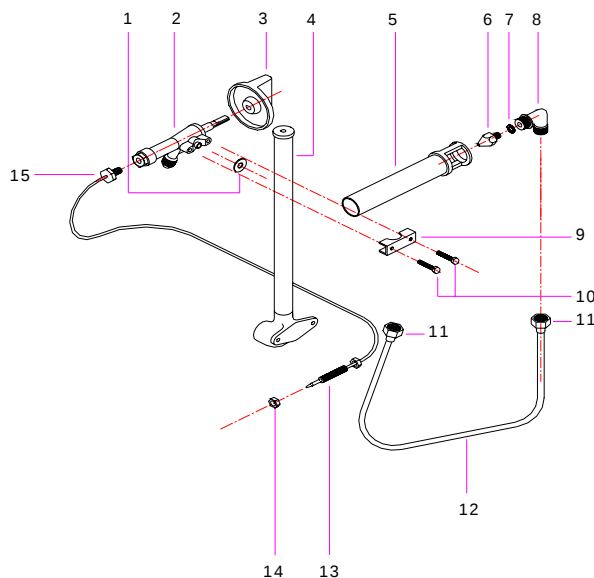

Abbildung 7
- c) Entnehmen Sie alle Bedienungselemente (3) (siehe Abb.7) der Ventile, indem Sie diese nach außen ziehen.
- e) Lösen Sie nun vollständig alle Schrauben (11) und entfernen Sie das Rohr (12)
- f) Ziehen Sie den Winkelstutzen nach draußen (8) und aus dem Brenner erscheinen folgende Teile (5), (6) y (7)
- g) Schrauben Sie den Winkelstutzen dieser Einheit ab (8) und wechseln Sie danach die Düse (6) gegen eine entsprechende des Gastyps aus, mit der Ihr Grillofen von nun an funktionieren wird. Der Durchmesser der Düse ist am Körper derselben gekennzeichnet. Vergessen Sie nicht, die Dichtungsring (7) gegen eine Neue auszutauschen.
- d) Lösen Sie das Rohr (12) (siehe Abb. 7) indem Sie die Schrauben (11) der zu ersetzenden Düse lockern, und bauen Sie danach das Thermoelement der Düse aus, indem Sie die Schraube (15) loswinden.
- e) Lockern Sie vollständig alle Schrauben (10) die zusammen mit der Klemme (9) die Düse an die Batterie verbindet.
- f) Gehen Sie nun, wie in den vorangehenden Abschnitten beschrieben wurde, aber in umgekehrter Reihenfolge vor, um die neue Düse einzubauen, und vergessen Sie nicht, die Dichtung (1) gegen eine neue auszutauschen.
- d) Lösen Sie nun vollständig alle Schrauben (15) y (9) (siehe Abb.7) des auszuwechselnden Thermoelementes und tauschen Sie dieses nun aus.